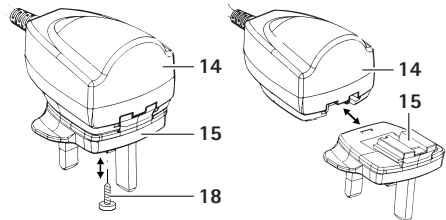

Abb. 3
- Fixierschraube 18 in Adapter 15 lösen, siehe Abb. 3.
- Adapter 15 auf Netzteil 14 schieben, bis die Verriegelung 16 einrastet, siehe Abb. 3.